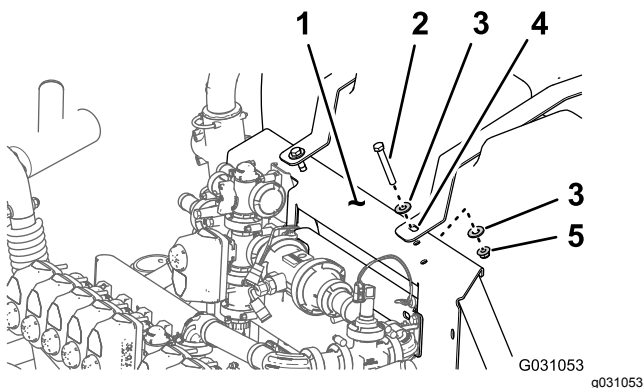

Bild 102
- A. Fluchten Sie das Loch im Spülbehälterriemen mit dem Loch in der Verteilerbefestigung aus (Bild 102).
(3/8"), die Sie in Schritt Bild 102 in 5C entfernt haben, an der Befestigung (Vorbereiten des Sprühbehälters und des optionalen Spülbehälters (Seite 6)).
- C. Ziehen Sie die Schraube und Sicherungsmutter mit der Hand an (Bild 102).